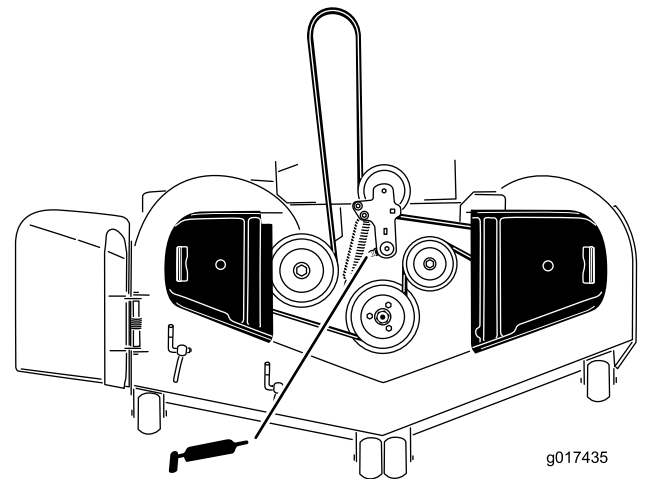

Figura 33
3. Engrase el pivote de la polea tensora de la carcasa de corte hasta que salga grasa por el extremo inferior (Figura 33).